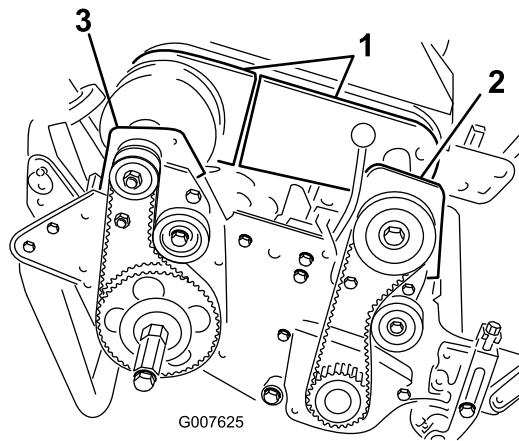

図 41
4. デファレンシャルカバー(前半分と後半分)のボルトを取り、カバーを外してベルトが見えるようにする(図 41)。
6. 前クラッチハウジングをサイドプレートに固定しているボルト 2 本を外す(図 41)。
8. 右後ベアリングハウジングをサイドプレートに固定しているボルト 2 本とロックナットを外す(図 41)。